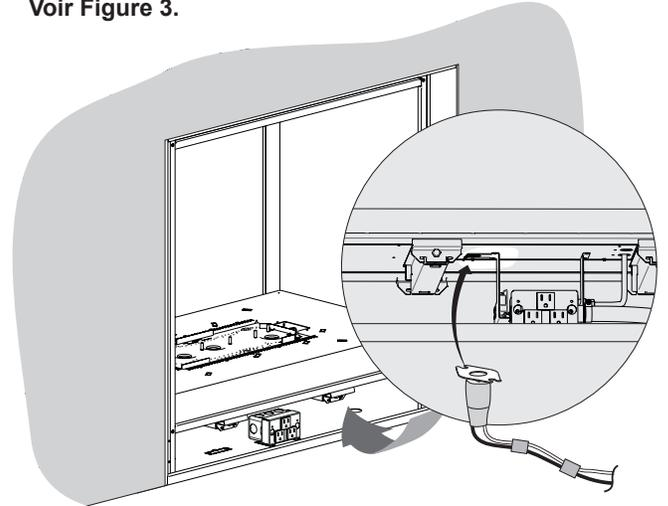

Figure 3
5. Enclencher le disque-thermostat de commande de la soufflerie sur les broches fourchues du support de la vanne. **Voir Figure 3.**